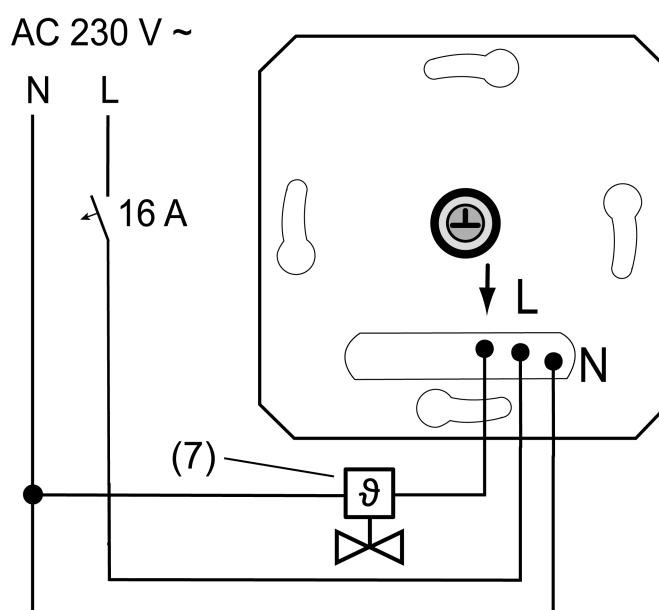
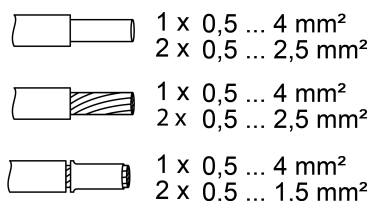

рисунок 2: Пример подключения вставки
рисунок 3: Сечение провода под клемму
- Подключите электротермический сервопривод (7) к вставке (1) согласно монтажной схеме (рисунок 2). Соблюдайте сечение проводов (рисунок 3).
- Установите рамку (2), центральную плату (3) и кнопку управления (4).